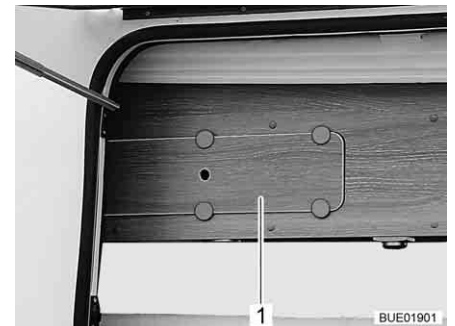

Bild 153 Skydd på hängskåpet
- Tag bort plattan (Bild 153,1).